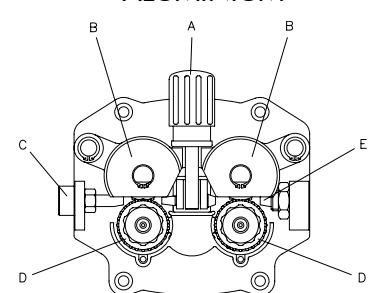

FIG. 6
- Enlever de l'arbre (C) la bobine montée (B).
- Dévisser le volant (A), extraire le ressort et la rondelle interne; enlever l'arbre (C) de l'axe.
- Glisser sur l'axe la bobine de 0,8 kg; introduire la rondelle, l'entretoise (G) et le ressort.
- Revisser le volant (A).
**⚠ Le volant (A) constitue le système de freinage de la bobine. Une pression excessive soumet le moteur d'alimentation à des contraintes. Une pression insuffisante ne bloque pas immédiatement la bobine quand on cesse de souder.**
- Desserrer et abaisser le bouton en plastique (A) et relâcher le levier presse-fil (B) (Fig.6). Extraire les résidus de fil éventuels de la gaine guide-fil (E).
- Relâcher le fil de la bobine et le tenir serré avec une paire de pinces de façon à ce qu'il ne puisse pas se dérouler. Si nécessaire, le redresser avant de l'introduire dans le guide d'entrée (C) du fil. Y introduire le fil en le faisant passer au-dessus du galet inférieur (D) et dans la gaine guide-fil (E).